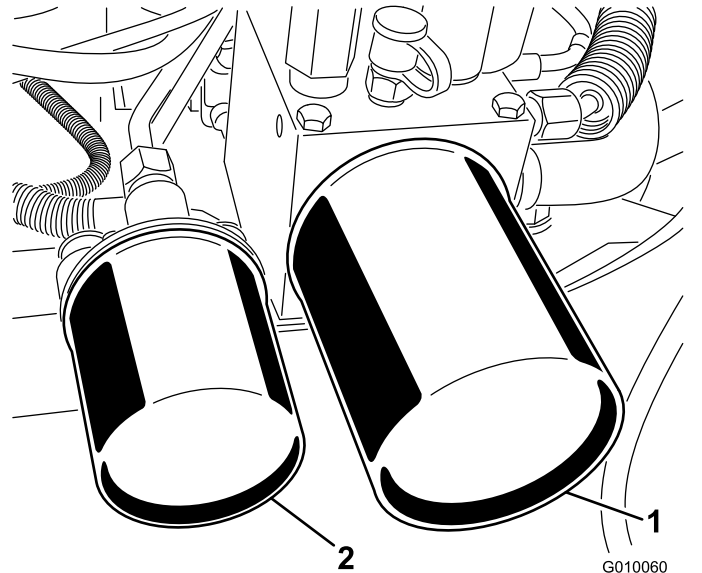

图 63
2. 在滤芯下放一个放油盘拆下旧滤芯并将滤芯安装座垫片表面擦拭干净图 63。